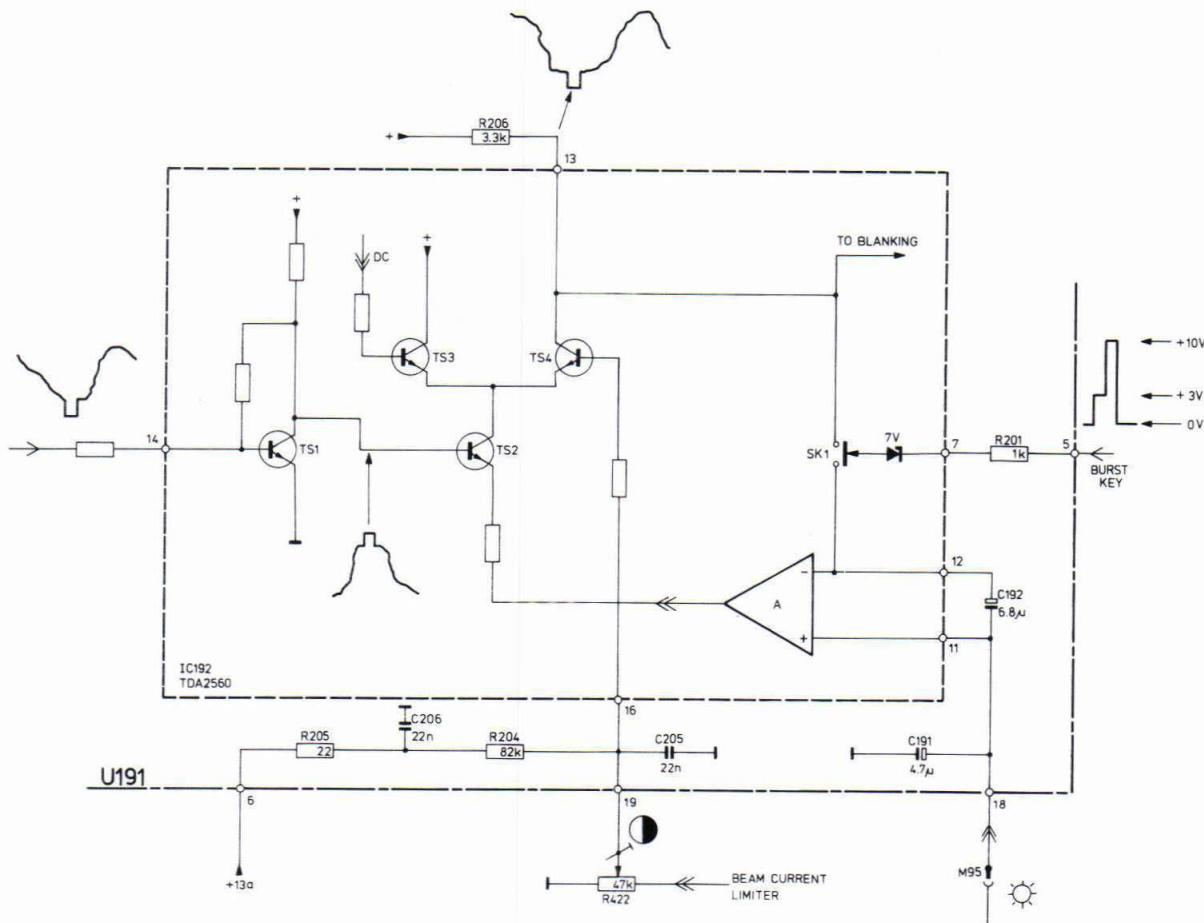

Fig. IV-3
3. De kontrast en helderheidsregeling (Fig. IV-3)